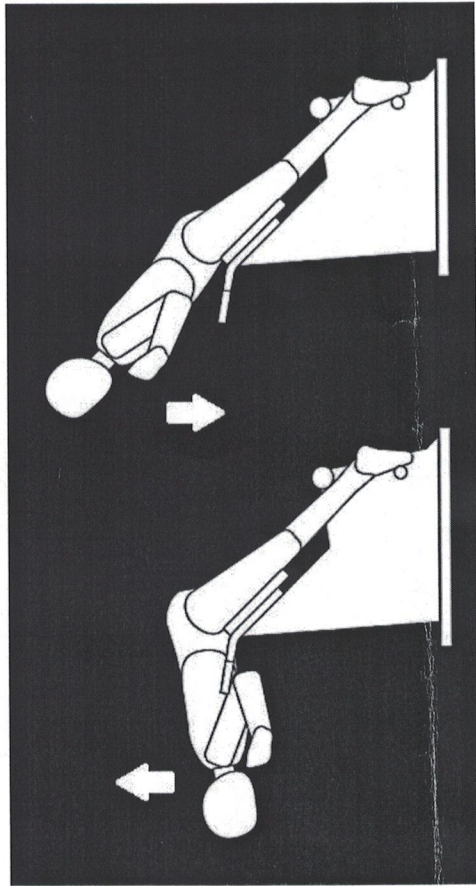

Рис.4
- Для занятий необходимо лежать лицом вниз. Удерживаясь ногами за горизонтальный упор, нужно поставить ноги на подставку и разместить бедра на сидениях. Тренировка мышц происходит при периодическом поднимании туловища в вертикальное положение (рис.4).